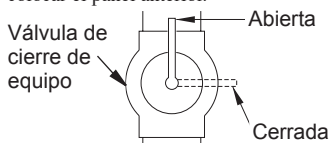

Figura 17 - Válvula de cierre del equipo
1. Cierre la válvula de cierre del equipo (consulte la figura 17).
1. Abra la válvula de cierre del equipo (consulte la figura 17).